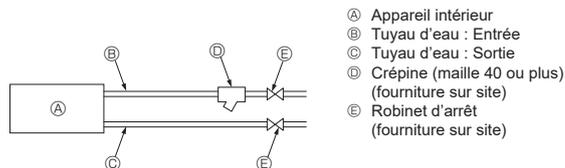

Fig. 4-4
- Veillez vous reporter à la [Fig. 4-4] quand vous raccordez l'alimentation en eau.